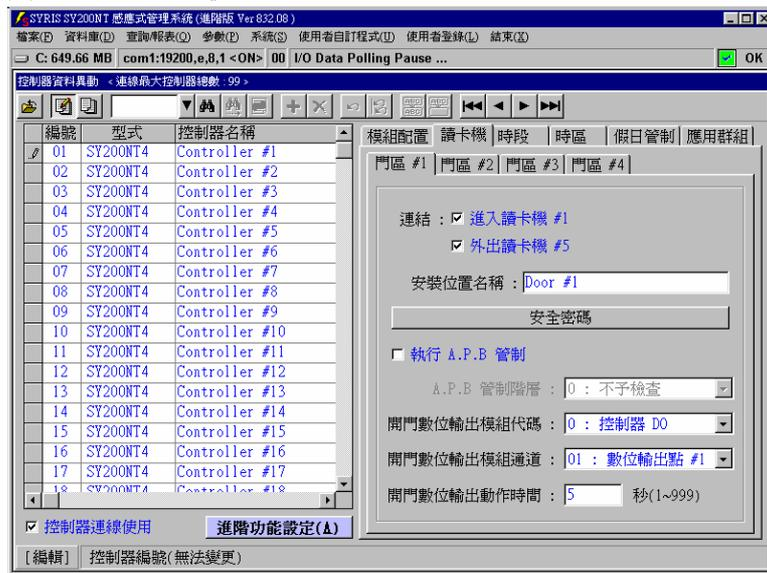

图 3-3 使用卡片阅读器及门区设定
1. 点选画面右方之次选单”卡片阅读器”，如图 3-3 所示。